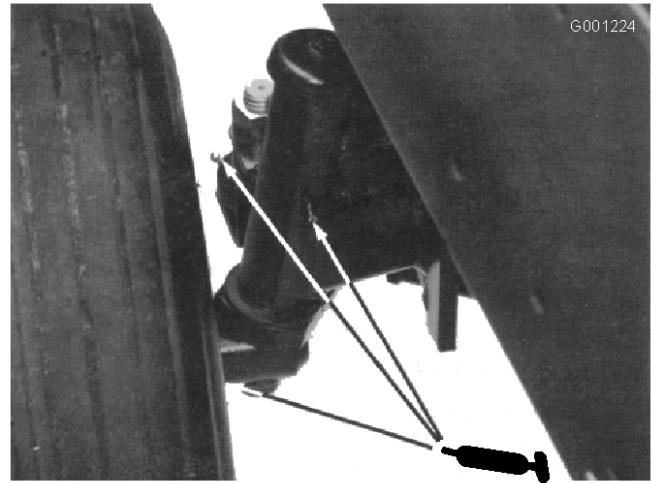

Bild 41
- Spindelbushings des Hinterrads (Bild 41)